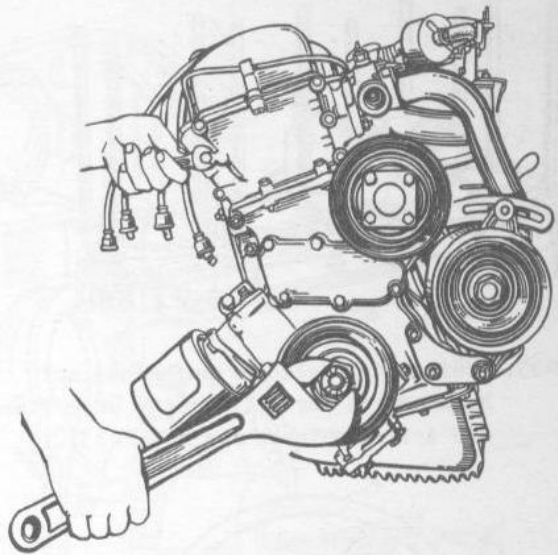

Bild 2-38. Festziehen der Sperrschraube an Spannvorrichtung des Nockenwellenantriebs
- Kurbelwelle im Uhrzeigersinn um 2-3 Umdrehungen drehen, mit gelöster Sperrschraube der Spannvorrichtung zum Beseitigen jeder Luft im Nockenwellenantrieb, danach die Sperrschraube bis zum Anschlag anziehen (Bild 2-38);